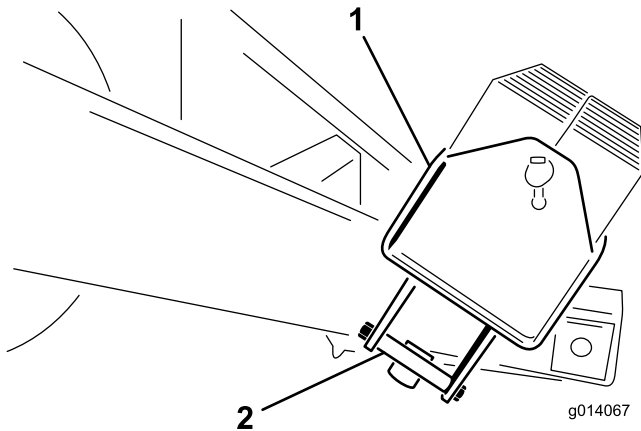

Bild 5
2. Entfernen Sie die Schrauben (1/2" x 5-1/2") von der Befestigungshalterung, die den Ballastkasten hält. Werfen Sie die Befestigungshalterungen weg (Bild 5).